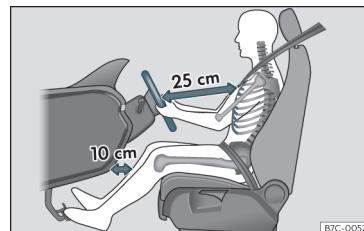

Abb. 2 Der richtige Abstand des Fahrers zum Lenkrad muss mindestens 25 cm (10 inch) betragen.
- Lenkrad so einstellen, dass der Abstand zwischen Lenkrad und Brustbein mindestens 25 cm (10 Zoll) beträgt»» **Abb. 2** und das Lenkrad mit beiden Händen und leicht gebeugten Armen seitlich am äußeren Rand festgehalten werden kann.
reich mindestens 10 cm (4 Zoll) beträgt»» **Abb. 2**.